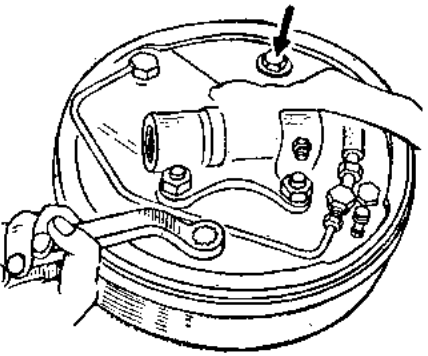

Рис. 74. Регулировка передних тормозов.
2. Вращая колесо вперед, слегка повертывайте регулировочные эксцентрик передней тормозной колодки, пока колодка не затормозит колесо (рис. 74 и 75).